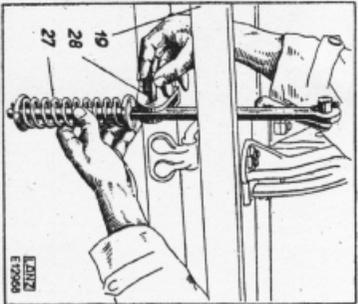

Bild 13. Kipffedergelenk
e) Kipfedergelenk „27“ (Bild 13) in Halter am Hauptrahmen einschleiben, Vorderrahmen „19“ entgegen dem Federzug hochheben und Kipfedergelenk mittels des Bolzens „28“ am Halter einhängen. Bolzen versplinteln!